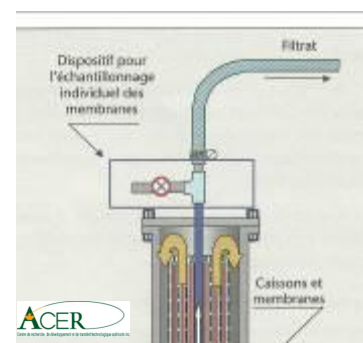

Figure 18 : Illustration d'un dispositif d'échantillonnage du filtrat d'une seule membrane. 28
- **prélever** environ 4 litres de filtrat dans un contenant propre en acier inoxydable, rincé trois fois avec du filtrat, qui sera bouilli et réduit à environ 200 ml (concentration de 20:1 environ); la **figure 18** illustre un dispositif pour l'échantillonnage individuel d'une membrane; on peut aussi faire l'échantillonnage pour l'ensemble des membranes en se rendant à la sortie de l'appareil;
- **prélever** près de la membrane La **figure 18** illustre un dispositif pour l'échantillonnage individuel d'une membrane. On peut aussi faire l'échantillonnage pour l'ensemble des membranes en se rendant à la sortie de l'appareil;